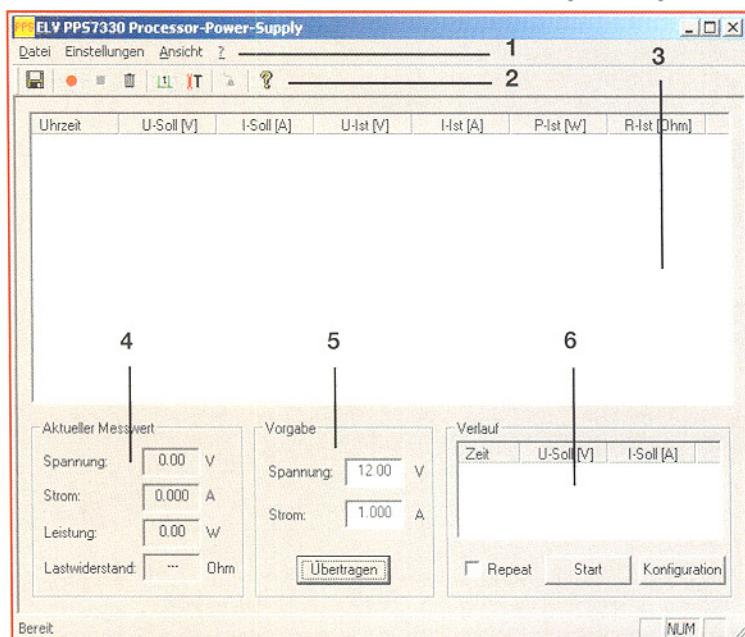

Bild 12:
Abbildung 12 zeigt den Aufbau des Fensters nach dem Starten der Software. Oben befindet sich die obligatorische Menüleiste (1). Direkt darunter findet man den Windows-typischen Toolbar (2), in dem die meistgebräuchlichen Funktionen als Icon dargestellt sind. Den größten Teil des Fensters nimmt der Datenlogger-Bereich (3) ein, in dem der aktuelle Status aufgezeichnet wird. Links darunter befindet sich der „Aktueller Messwert“-Bereich (4), in dem die derzeit aktuellen Messwerte (Istwerte) erscheinen. Der Fensterausschnitt in der Mitte (5) dient zur Eingabe der Vorgabe-Werte (Sollwerte). Der Ausschnitt unten rechts (6) ist für die Programmierung bzw. Steuerung eines frei programmierbaren Spannungs- oder Stromverlaufs zuständig. Im Folgenden werden die einzelnen Funktionen detailliert erläutert.